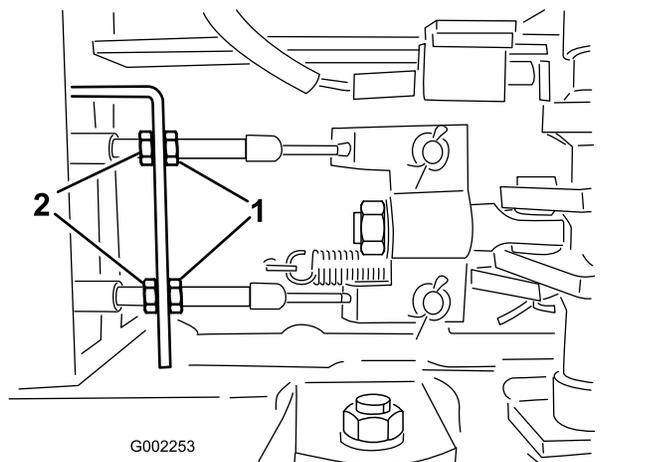

Figura 57
5. Allentate i dadi anteriori sui cavi dei freni sotto l'estremità anteriore dell'irroratrice (Figura 57).
- Serrate i dadi posteriori uniformemente finché il pedale del freno si sposta di 1–2 cm prima che avvertiate una resistenza (Figura 57).